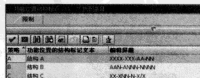

图 10-22 选择结构标识
STEP 2 在“结构标识”字段单击“”按钮，进入结构标识选择窗口，如图 10-22 所示。